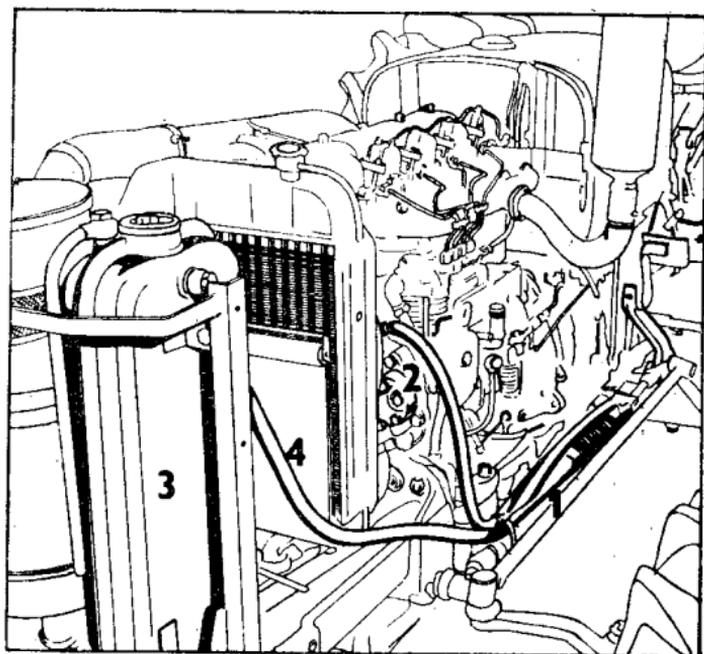

Fig. 18
Direction assistée (fig. 18)
1. un cylindre avec une distribution de tiroir (fig. 18/1)
2. pompe (fig. 18/2)
3. réservoir et accessoires (fig. 18/3)
4. tuyaux à haute pression (fig. 18/4)